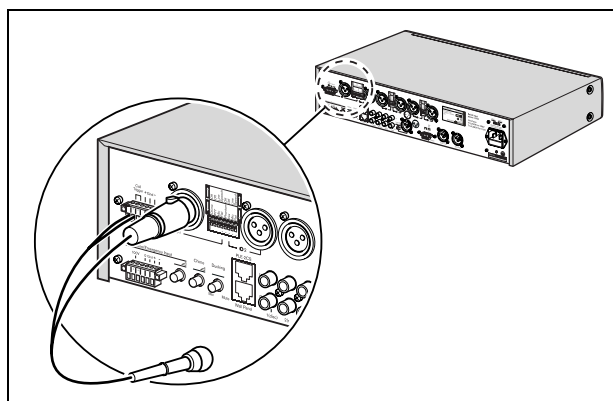

figura 4.3: Conector XLR com contacto
- Conector XLR com contacto. Consulte a figura 4.3.